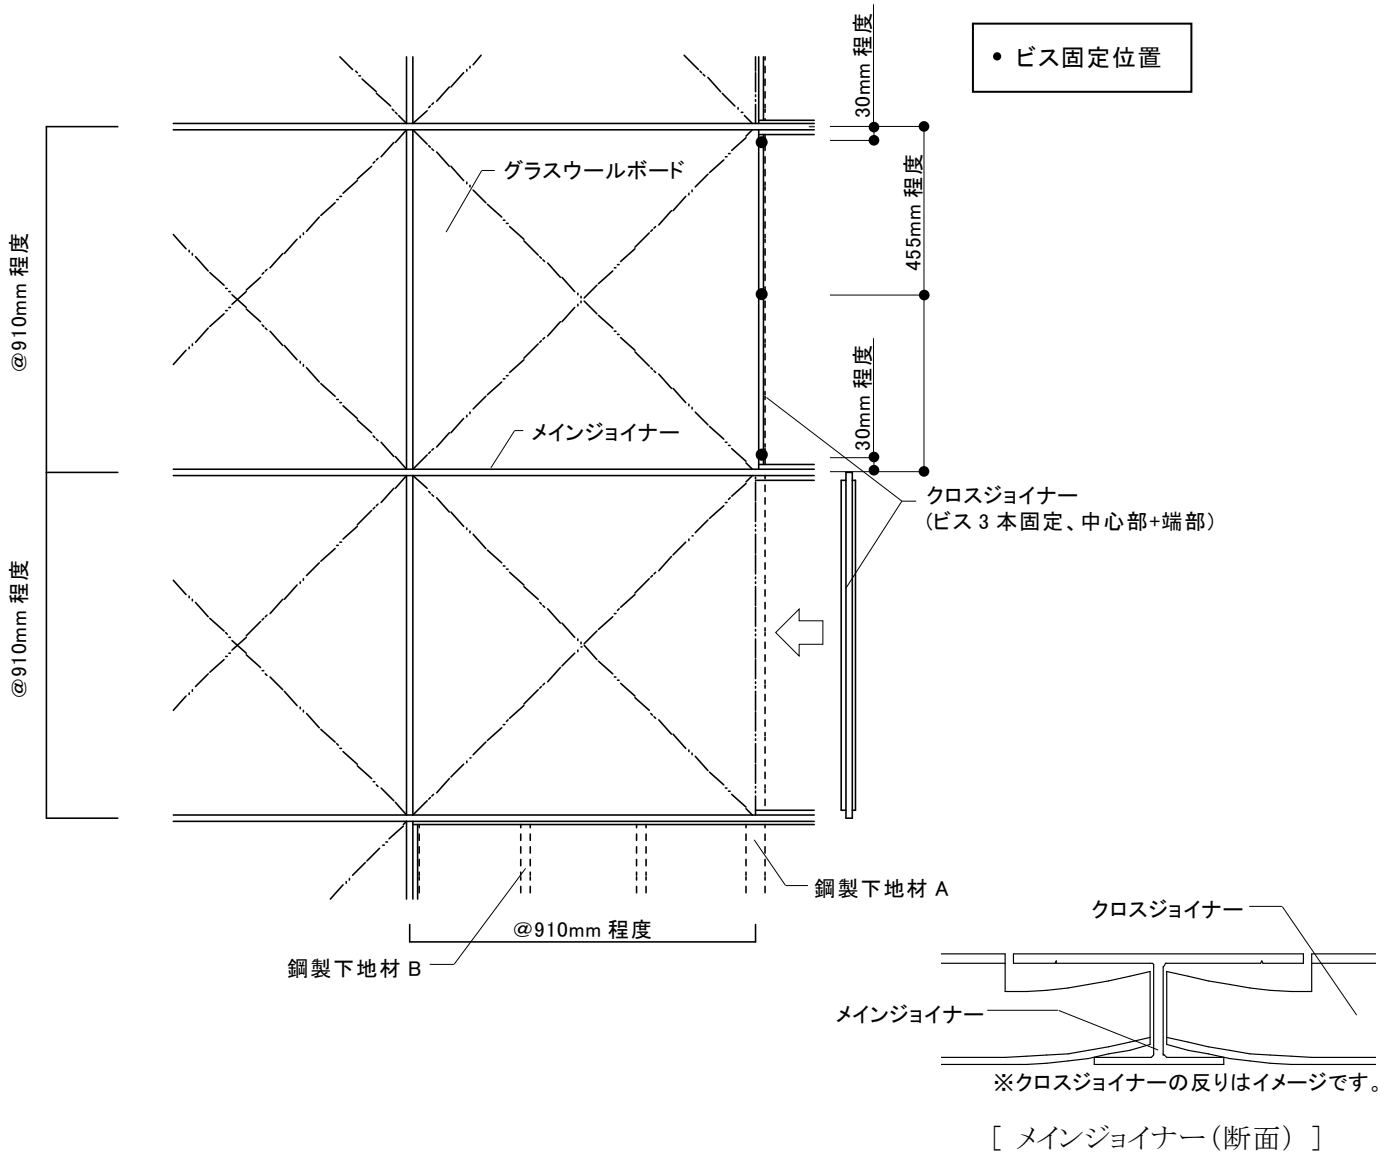

図 2-4-1 クロスジョイナーの取付け
- ①ガラスウールボードの取付け後、クロスジョイナーを鋼製下地材 A と平行方向に配置する。
- ②クロスジョイナーは@910mm で配置し、通りを確認しながらビス固定(計 3 箇所)する。(図 2-4-1 参照)